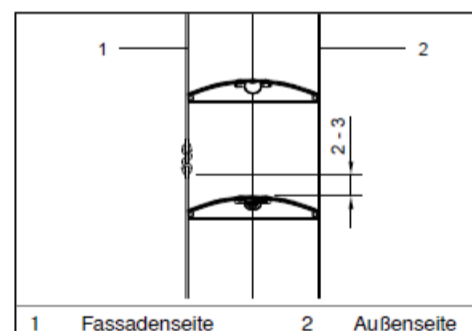

Abb. 3
- Breite Seite des Längsholmes auf der Innenseite der Leiterkordel um die Ösen des Leiterkordelverkürzers legen (siehe Abbildung 3 und 4)